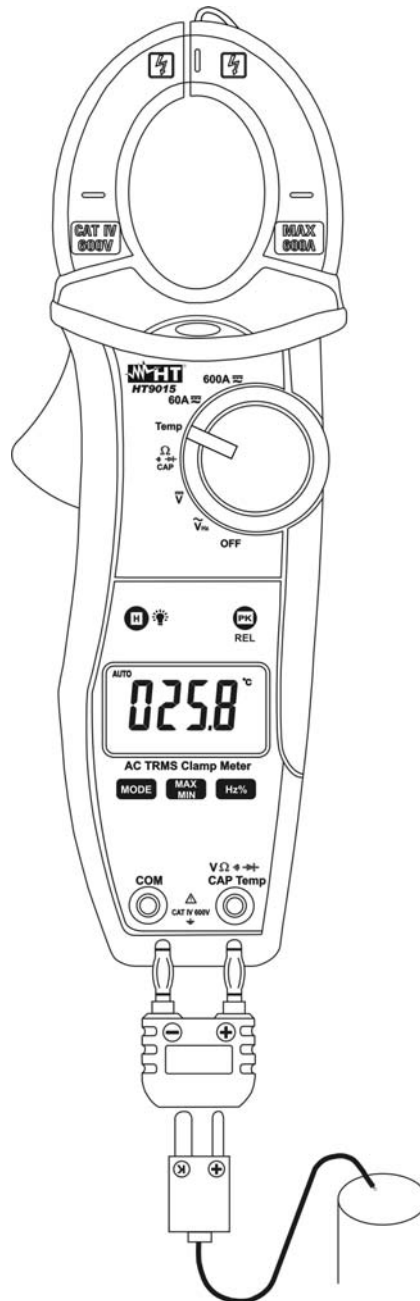

Abb. 8 Temperaturmessung
3. Verbinden Sie den Temperaturfühler Type K mit der **VΩ⊕⊖** **→CAPHz%Temp** und **COM** Eingangsbuchse unter Berücksichtigung der korrekten Polarität (siehe Abb.8). Der Temperaturwert wird nun im Display angezeigt.